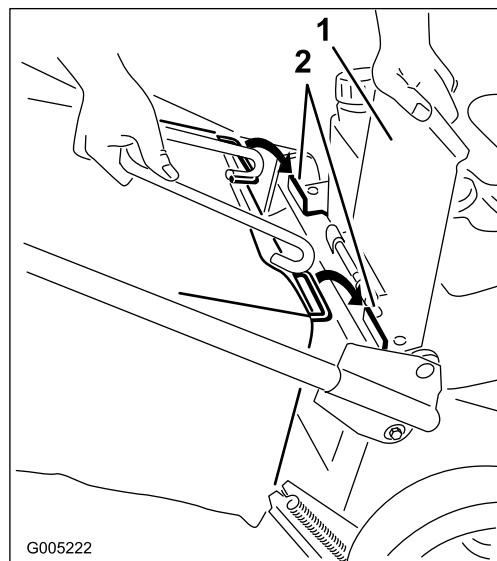

Figura 18
2. Levante y sujete la puerta trasera (Figura 18).
3. Coloque el marco de la bolsa en las pestañas de soporte (Figura 18).